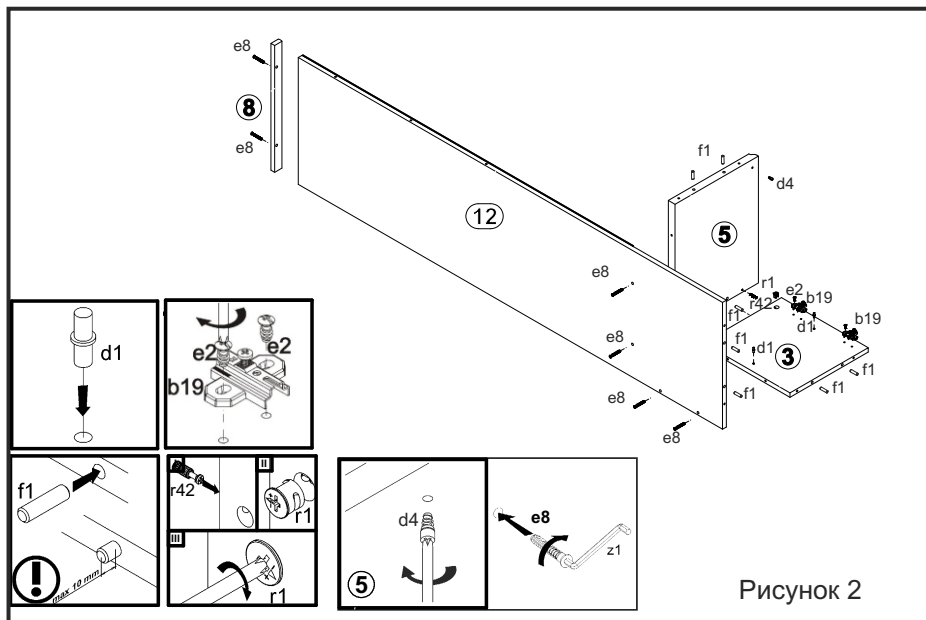

Рисунок 2
2. В отверстия **Ø8 мм** на верхних и нижних кромках стенок боковых **1, 3**, средней **2**, нижней кромке щита **12**, боковых кромках полки соединительной **6**, щита **5** вбить деревянные шканты **f1** (см. рис. 2, 3).
3. В отверстия **Ø15 мм** на нижней поверхности полки соединительной **6**, на внутренней поверхности стенки боковой правой **3** вставить стяжки эксцентрик-овые **r1** (см. рис. 2, 3).
4. В отверстия **Ø5 мм** на внутренних поверхностях стенок боковых **1, 3** прикрутить еврошурупами **e2** ответные планки петель **b19** (см. рис. 2, 4).
5. В отверстия **Ø5 мм** на внутренней поверхности стенки боковой **3**, на правой поверхности стенки средней **2** вбить полкодержатели **d1** (см. рис. 2, 4).
6. В отверстие **Ø5 мм** на нижней поверхности щита **5** вкрутить ограничитель двери **d4** (см. рис. 2).
9. Соединить детали **1, 2, 3, 4, 5, 6, 7, 8, 12** при помощи шкантов **f1**, еврошурупов **e8** и стяжек эксцентрик-овых **r1**. Затянуть стяжки эксцентрик-овые **r1** и еврошурупы **e8** с помощью ключа **z1** (см. рис. 2, 3, 4). Стяжки эксцентрик-овые закрыть заглушками **s2**.